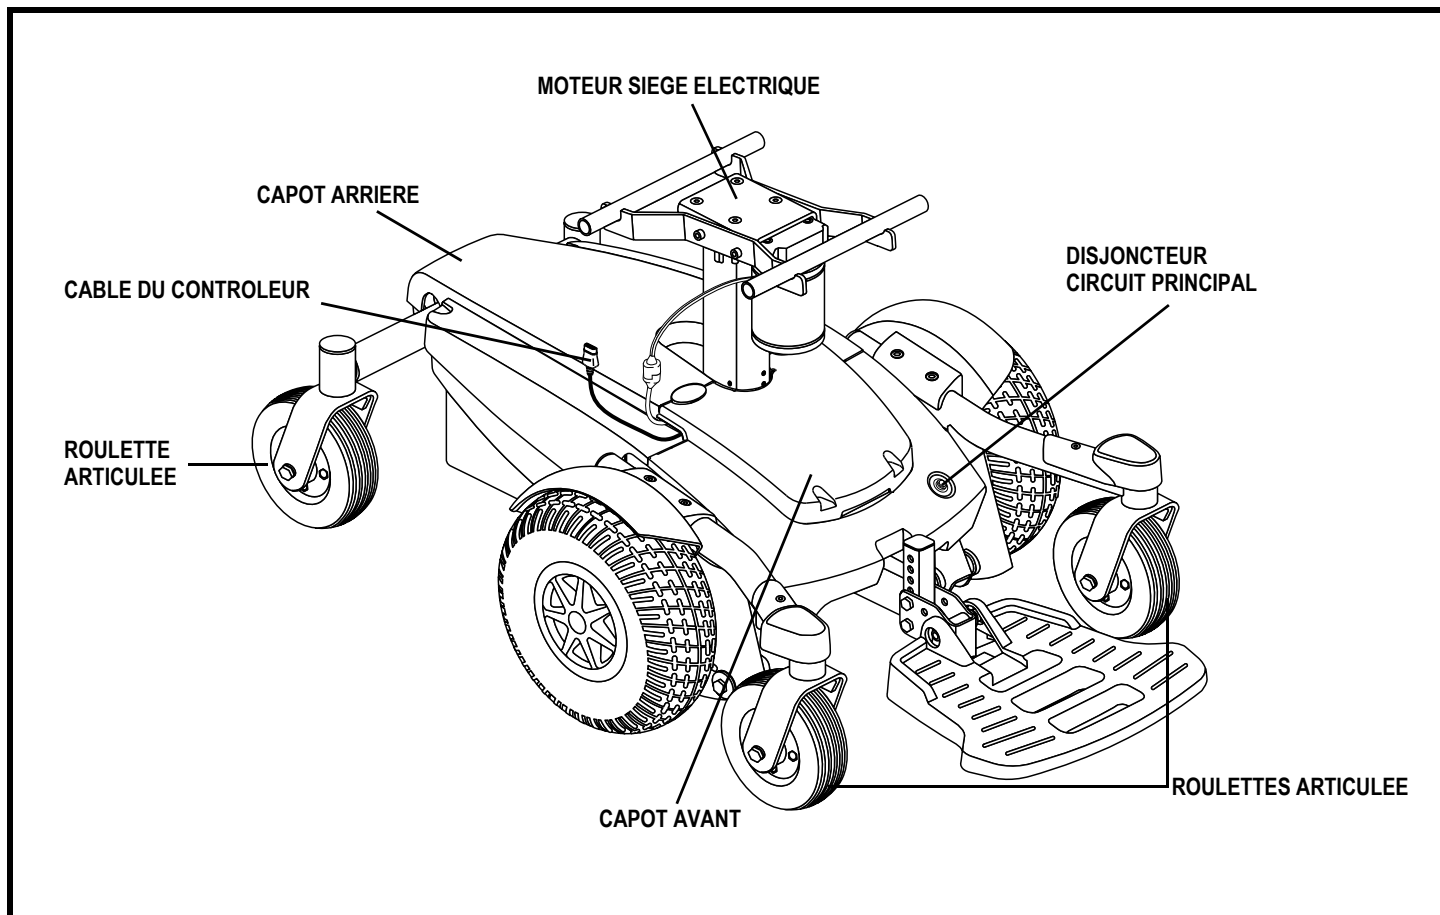

Figure 8. Base motorisée du Jazzy Select 6 avec sièges électriques
6. Branchez le câble du contrôleur dans le connecteur sur la base motorisée. **Voir la figure 8.**